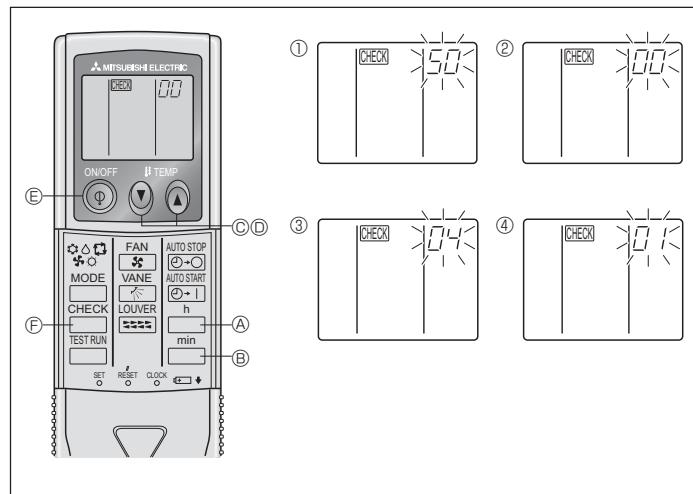

Fig. 6-9
⑧ Premere il pulsante MODE ⑬; il modo e il numero del parametro (Ⅰ) e (Ⅱ) cambieranno restando costantemente accesi. Si può confermare il contenuto dell'impostazione.
⑨ Premere contemporaneamente i tasti ⑭ FILTER e ⑮ TEST RUN per almeno due secondi. La schermata di selezione funzioni scompare temporaneamente e appare l'indicazione di condizionatore d'aria spento.
2) Per il regolatore a distanza senza fili (Fig. 6-9)